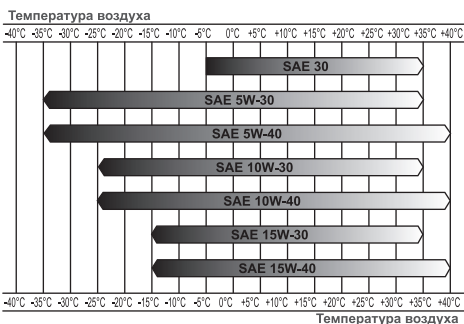

Рис. 8 Определение вязкости масла
*Нельзя применять масло для двухтактных двигателей. Рекомендуется применять моторное масло для четырехтактного бензинового двигателя категории SJ и выше по системе классификации API. Вязкость масла по классификации SAE выбирается в зависимости от температуры окружающего воздуха, при которой будет работать двигатель. При выборе вязкости масла пользуйтесь таблицей, показанной на Рис. 8.*